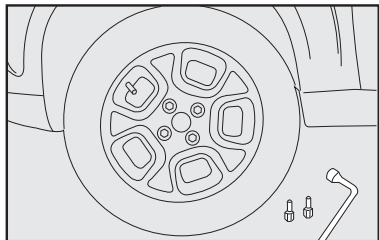

fig. 8
- 11) Apertar os parafusos utilizando a chave de roda específica **fig. 8**.